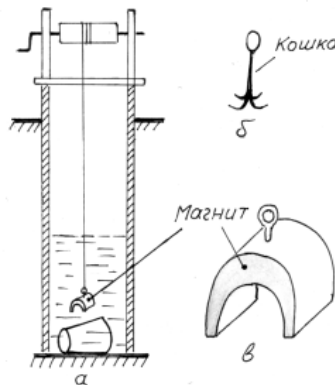

Рис.5
5. Когда ведро, с водой оторвавшись с веревки, падает на дно колодца (рис.5,а), его вытаскивают обычно "кошкой" (рис.5,б). Работа эта долгая и не всегда приводит к успеху. Если Вы для этой цели примените мощный магнит (рис.5,в), то быстро вытаскните все ведра или металлические предметы, которые когда-либо упали в колодец. Такой мощный магнит можно извлечь из списанных магнетронных ламп радиолокаторов.